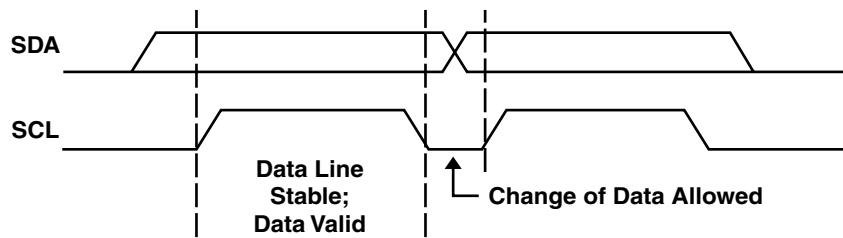
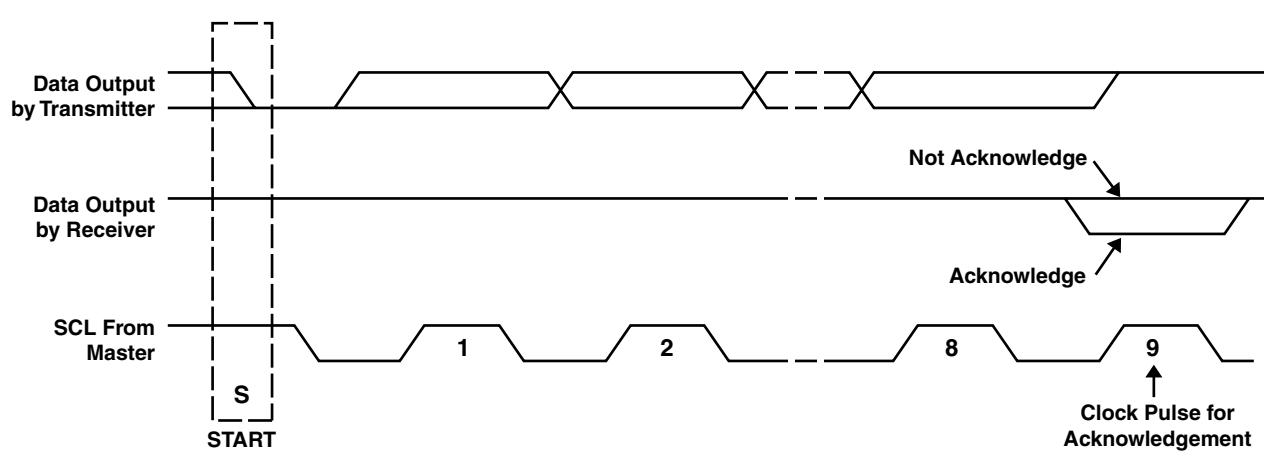

図 17. I²C ビット転送
図 18. I²C アクノリッジ
- 次にマスターはSCLパルスを発生し、7ビットのアドレスおよびリード・ライト方向ビットR/WをSDAラインに転送します。転送の間、マスターはデータが有効であることを保証します。有効データ条件には、クロックパルスのハイレベル区間全体でSDAラインが安定であることが必要です(図17参照)。すべてのデバイスは、マスターが送ったアドレスを認識し、それを内部の固定アドレスと比較します。アドレスが一致したスレーブデバイスだけが、9番目のSCLサイクルのハイ区間にSDAラインをローに下げてアクノリッジを発生します(図18参照)。このアクノリッジを検出して、マスターはスレーブとのコミュニケーション・リンクが確立したことを見知します。